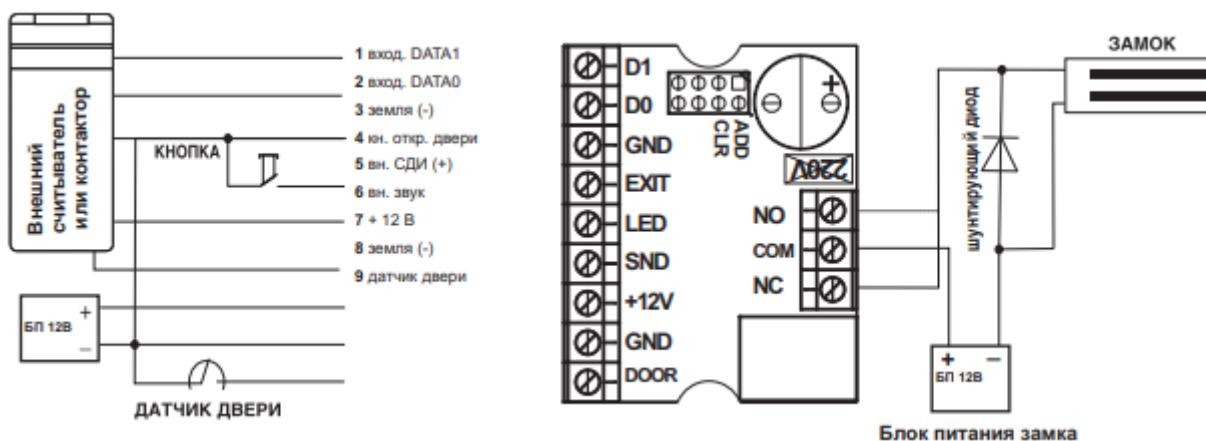

Рис.6 Подключение внешних устройств.
Важно! Для защиты контактов реле от выгорания при подключении индуктивной нагрузки в виде электромеханического или электромеханического замка следует параллельно обмотке замка установить шунтирующий диод, входящий в комплект поставки (см. рис.6).
6.6.4. Установите шунтирующий диод (рис.6) в случае использования индуктивной нагрузки (электромагнитный или электромеханический замки).